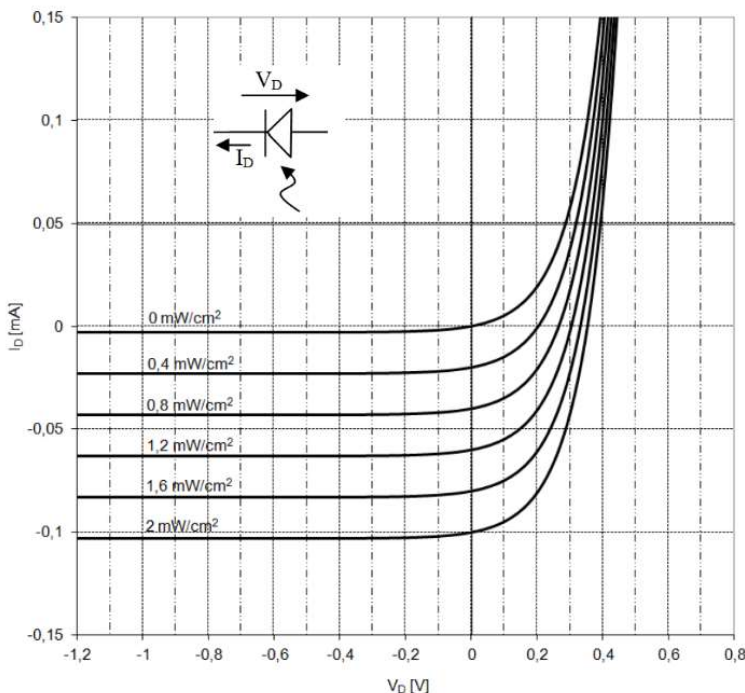
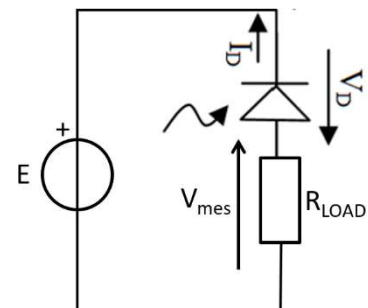

Fig.4.  $I_D(V_D)$  d'une photodiode pour différents éclairements (Q23 à Q25).
Fig.5. Circuit avec photodiode (Q25).
Q23. Le schéma équivalent *approché* d'une photodiode (exemple de caractéristique : figure 4) dans le 3ème quadrant ( $I_D$  et  $V_D$  négatifs) quand la fréquence de l'éclairement tend vers zéro (BF) et quand elle tend vers l'infini (HF) est respectivement
Q24. Soit la photodiode dont la caractéristique est donnée sur la figure 4. Pour un éclairement  $\phi$  continu constant compris entre 0 et 2  $mW/cm^2$ , quelle est la *meilleure* relation entre  $I_D$  et  $\phi$  dans le 3ème quadrant ( $I_D$  et  $V_D$  négatifs) ?
Q25. Soit le circuit de la figure 5 avec  $E = 1,2 V$ ,  $R_{LOAD} = 8 k\Omega$  et une photodiode dont la caractéristique est donnée sur la figure 4. Que vaut l'éclairement si  $V_{mes} = 0,2 V$  ? (Vous pouvez tracer la droite de charge sur la figure 4 ou vous servir de Q24 ou utiliser une autre méthode.)